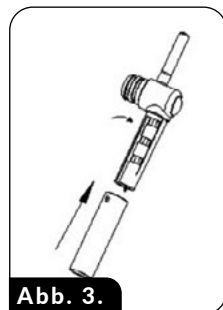

Abb. 3.
1. Kleine Tassen auf der herausgeschobenen Auszugsplatte (6) stellen.
2. Die beiden großen Löcher in Boden (6) und Gitter (9) befinden sich direkt unter dem Kaffeeauslauf dem Siebträger – sie zeigen an, wo die beiden kleinen Tassen richtig positioniert werden sollen.
3. Die große Tasse direkt auf das Abtropfschalengitter (9) stellen – die Platte (6) sollte dann ins Gerät eingesetzt werden.
**HINWEIS! Bei der Zubereitung eines CAPPUCINO oder LATTE ist darauf zu achten, dass die Schaumrohrdüse (22) richtig eingestellt ist. Sie können die Länge der Milchschaum-Dosierrohrdüse auch anpassen, indem Sie sie in verschiedenen Längeneinstellungen arretieren, um sie an verschiedene Tassengrößen anzupassen (Abb. 3).**